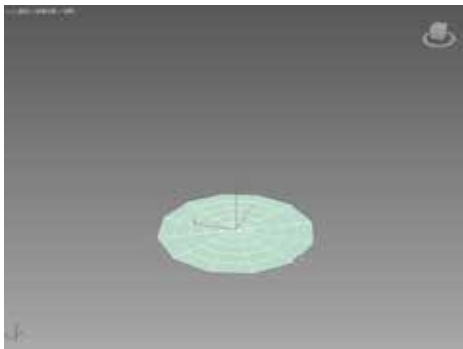

图 2-99 设置纺锤底面半径
STEP 01 执行“创建”|“扩展基本体”|“纺锤”命令，在“透视”视图中单击并拖动鼠标，设置纺锤底面半径大小，如图 2-99 所示。